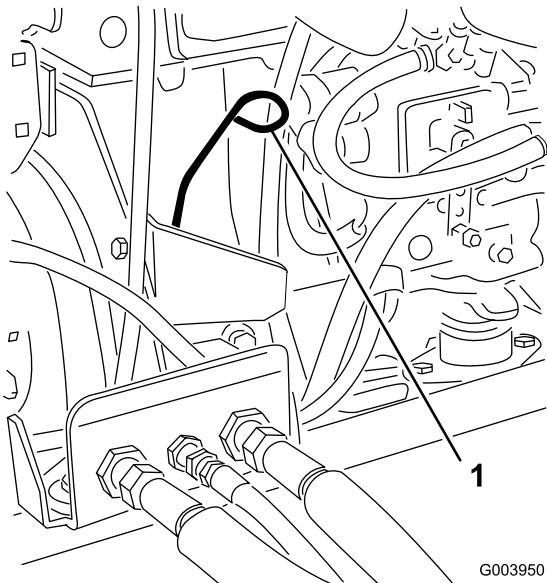

Figura 27
3. Retire la varilla, límpielala, y vuelva a colocarla (Figura 27).